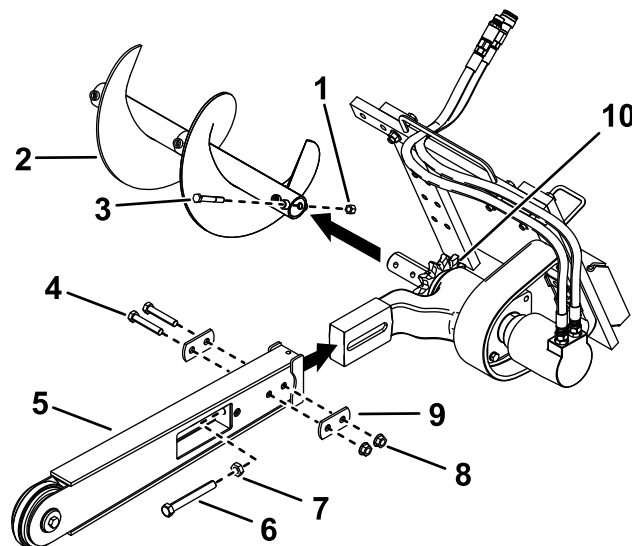

Figure 4
3. Enlevez le boulon et l'écrou de fixation de la tarière de déblayage et déposez la tarière (Figure 4).
4. Retirez les 2 boulons (5/8" x 3 1/2"), les 2 écrous (5/8") et les 2 rondelles doubles sur les côtés de la flèche (Figure 4).
- Desserrez le boulon de réglage et l'écrou de blocage (Figure 4).